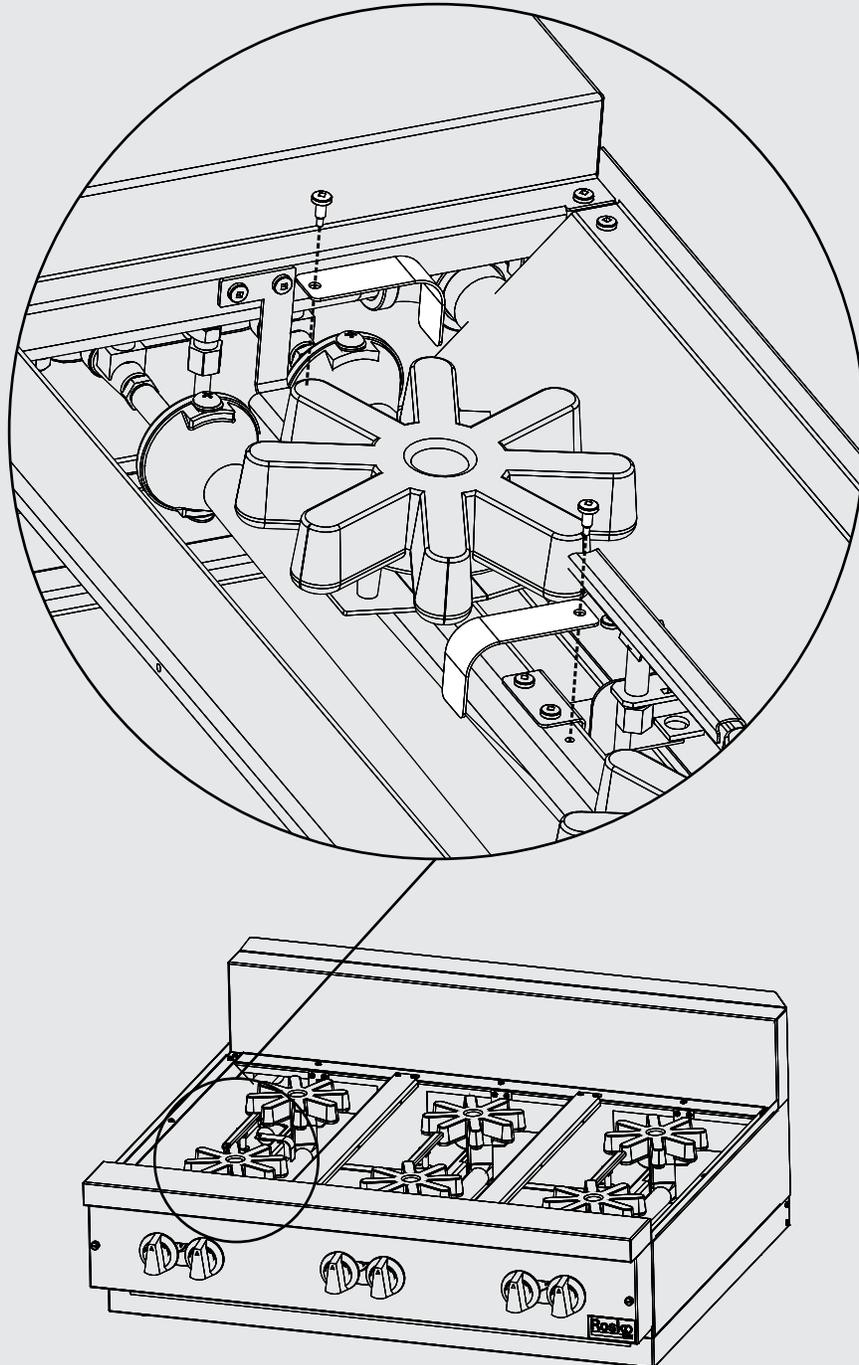

Figure 2
3. Tirer les brûleurs vers l'arrière pour avoir accès aux injecteurs de gaz situés dans les contrôles infinis. Répéter pour tous les brûleurs. **(Figure 2)**